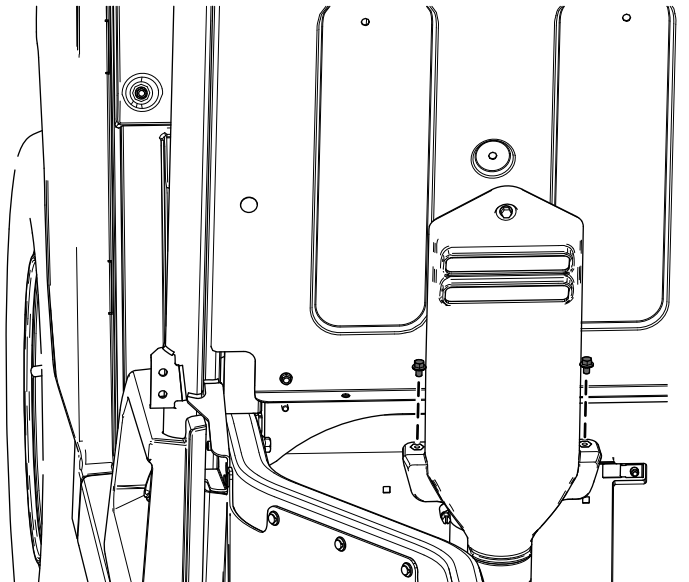

Figure 61
- A. Retirez les 2 boulons à embase ( $\frac{1}{4} \times \frac{3}{8}$  po) du capot d'admission CVT (Figure 61).